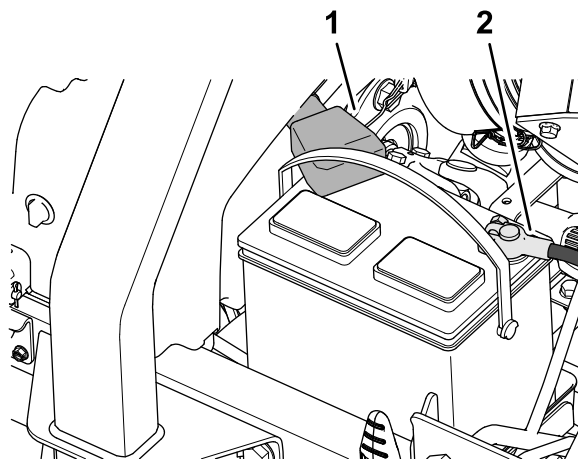

图 96
1. 将正极电池接线（红色）安装到正极（+）电池接线柱上（图 96）。